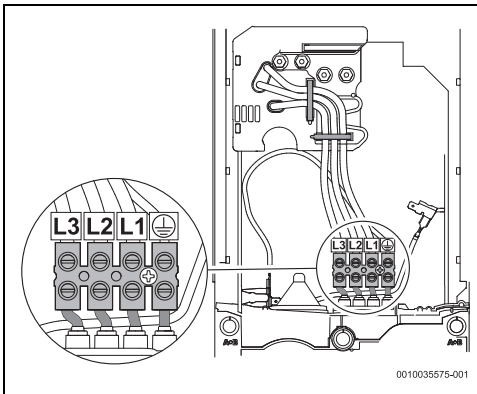

Bild 37 Anschluss unten mit einzelnen Kabeln
- Anschluss unten mit einzelnen Kabeln (Abb. 37)